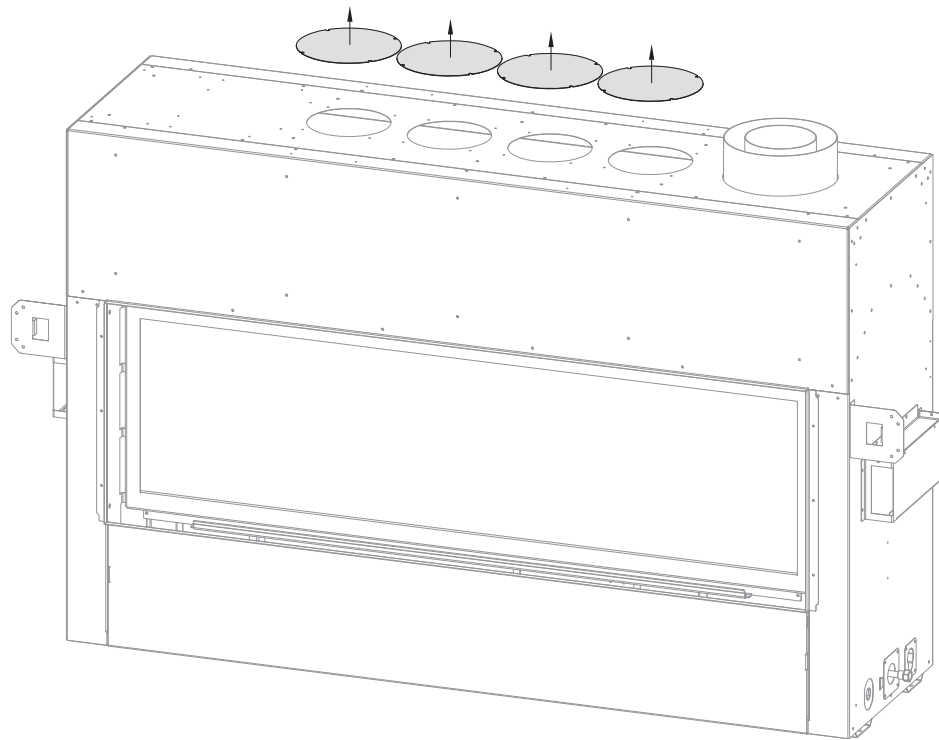

Figure 4.5 - Retrait des couvercles ronds du dessus
1. Retirez les (4) couvercles ronds sur le dessus du foyer. Voir la Figure 4.5. Si vous prévoyez installer un kit Komfort Zone, ces (4) couvercles doivent aussi être retirés. Voir le manuel KZK-054 ou KZK-1510A pour la préparation détaillée du foyer.